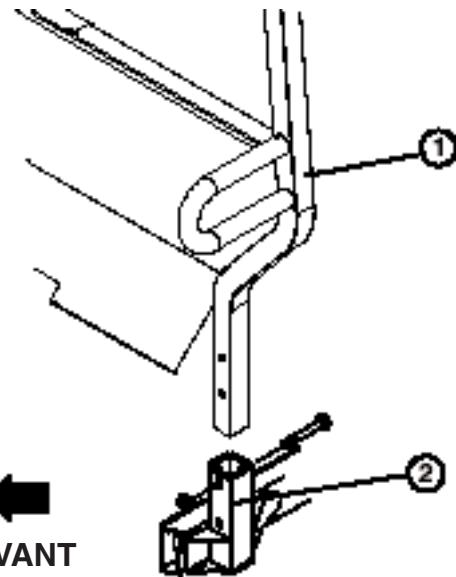

Figure 6
Montage de la protection anti-retournement (ROPS) (Fig. 6)
- Insérez chaque côté de la protection dans le support de chaque côté du bâti du véhicule, et positionnez la protection comme illustré à la Figure 6.
- Fixez chaque côté de la protection anti-retournement aux supports à l'aide de (2) vis de $\frac{1}{2}$ -13 x 3" et contre-écrous.